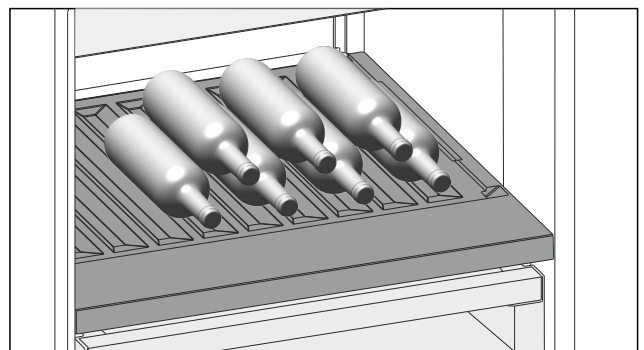

Fig. 121
- Inserire le bottiglie con il fondo rivolto verso la parte posteriore. (vedere Fig. 121)